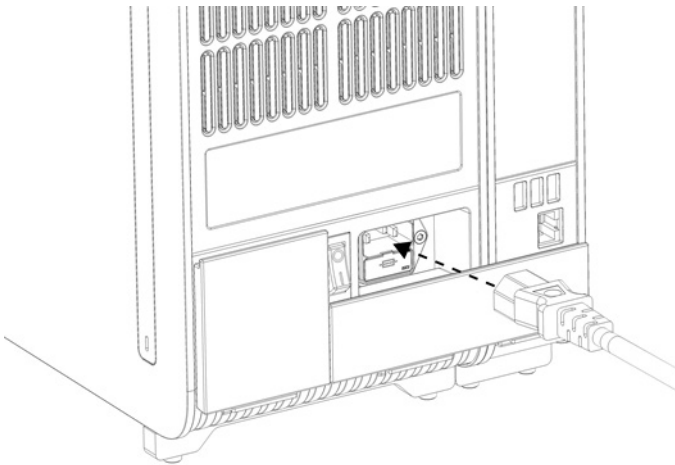

Figura 10. Conectarea cablului de alimentare.
7. Conectați cablul de alimentare livrat împreună cu QIAstat-Dx Analyzer 2.0 în partea din spate a modulului analitic (Figura 10).